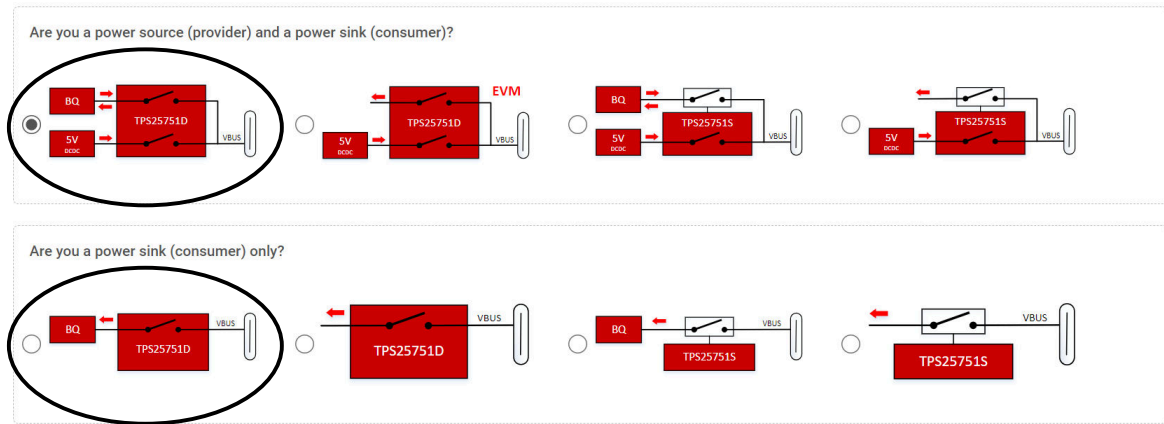

图 4-7. TPS25751D + BQ 配置
1. 打开应用程序自定义工具并选择以下图 4-7 中的 TPS25751D + BQ 配置: